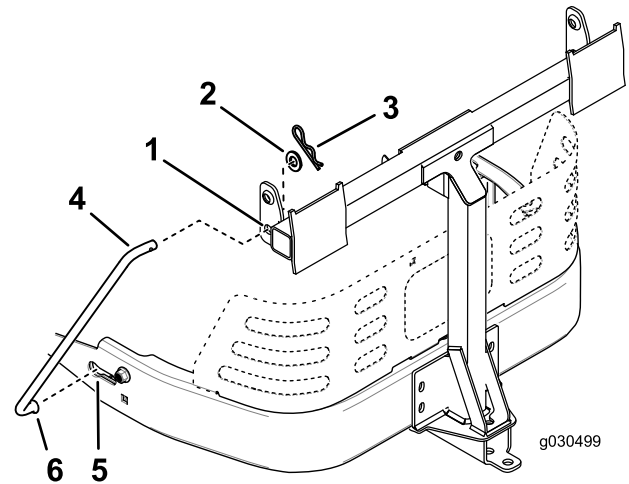

Bild 9
- Setzen Sie ein gebogenes, flaches Ende der Stange in den verkeilter Schlitz an der linken Seite des Maschinenrahmens ein und bewegen die Stange nach hinten, damit sie im Rahmen sitzt (Bild 9).
- Setzen Sie die gebogenen Enden der Stange in die Anbaugerätbefestigung ein, wie in Bild 9 abgebildet, und befestigen Sie das Ende jeder Stange mit einer Scheibe und einem Splint.